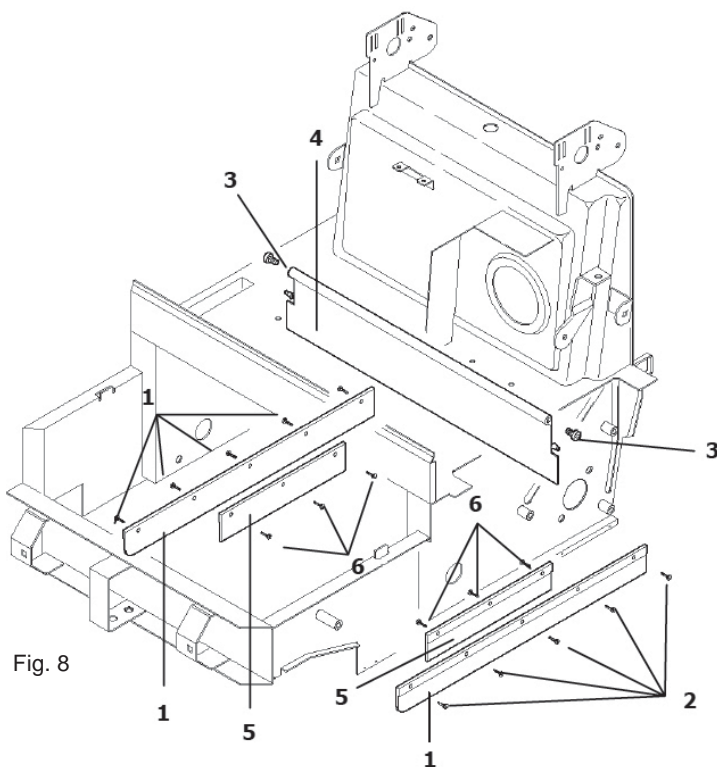

Fig. 8
For at udskifte sideflapperne (pos. 1, fig. 8) skal man fjerne baghjulene. Skru fastgørelsesskruerne af fra flapperne på rammen (pos. 2, fig. 8), og udskift dem med nogle nye.
For at udskifte de indvendige sideflapper (pos. 5, fig. 8) skal man løfte den forreste del af maskinen og skru fastgørelsesskruerne (pos. 6, fig. 8) til flapperne ud af rammen. Udskift dem med nogle nye.
- Skru de to fastgørelsestapper til flappen af (pos. 3, fig. 8), som er anbragt på rammens sider.
- Fastskrue og træk flappen (pos. 4, fig. 8) ud fra maskinen.